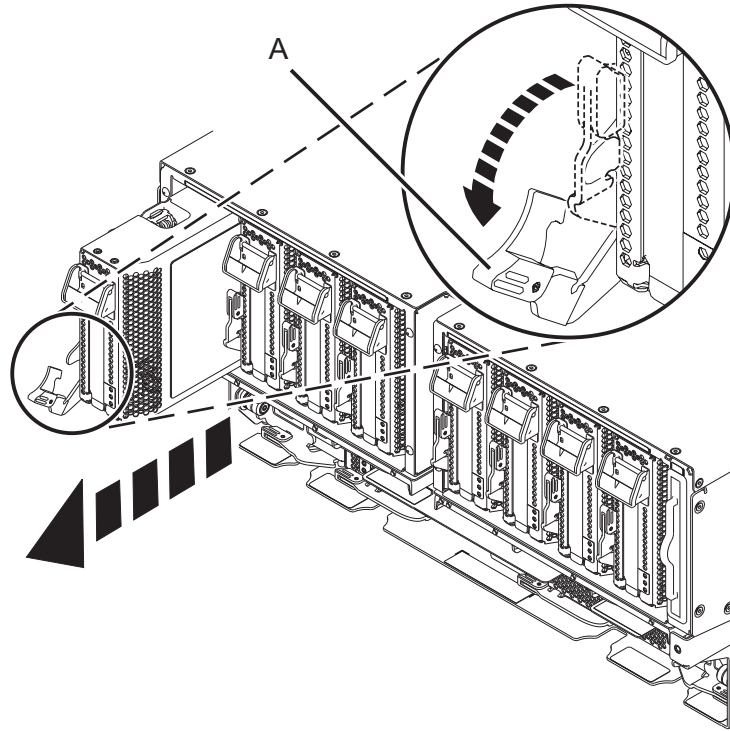

Figura 38. Extracción de una casete de adaptador PCIe del sistema
- b. Gire el asa de terracota de la casete (**A**) en la dirección que se muestra en la Figura 38 en la página 39 y, a continuación, presione el asa (**A**) para desenganchar el casete de los conectores de ranuras.